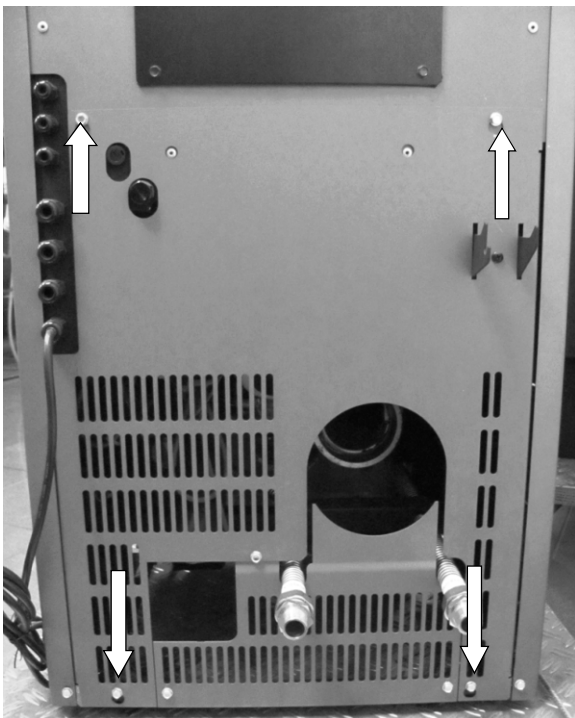

Abb. 89: Demontage Verkleidung Modelle Frank, Dave, Ray, Pat, Jack
- Die vier Befestigungsschrauben lösen (siehe Pfeile Abb. 89)